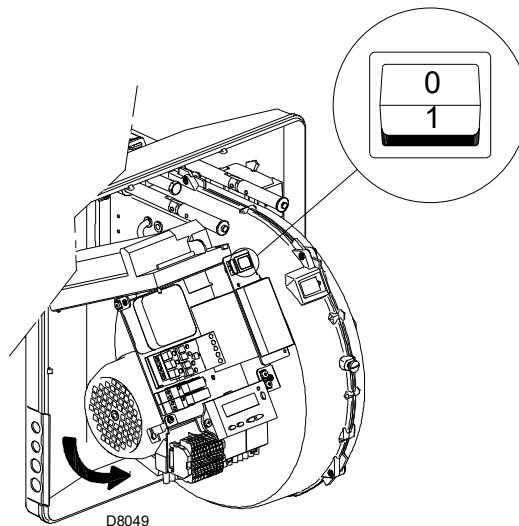

Fig. 26
Cerrar los termostatos/presostatos y poner el interruptor de la Fig. 26 en la posición "1".
Inmediatamente después del arranque del quemador posicionarse de frente al ventilador de refrigeración del motor ventilador y controlar que el mismo gire en sentido contrario a las agujas del reloj. Véase la Fig. 26.
- colocar el interruptor de la Fig. 26 en la posición "0" y esperar que la caja de control ejecute la fase de apagado;
El quemador está en estado de espera de solicitud de calor o el selector "0-1" de la (Fig. 26 a pág. 30) está en la posición "0".
Con el selector "0-1" (Fig. 26 a pág. 30) el quemador no se detiene inmediatamente, sino que se ejecuta la fase de apagado.